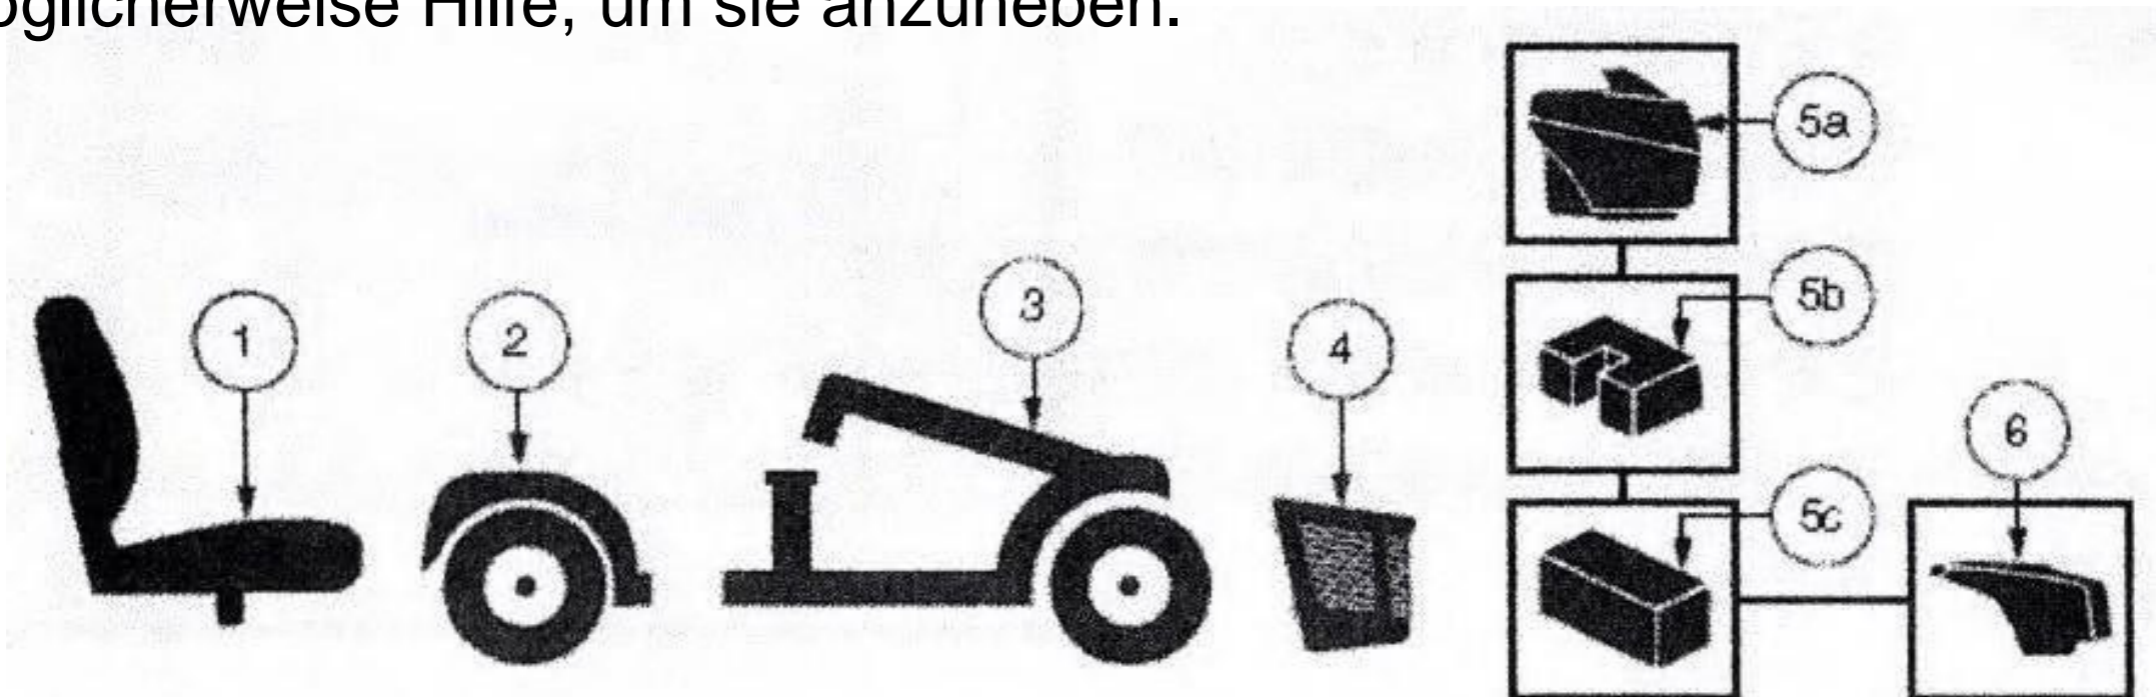

Bild14
- Sitz, Heck, Autokorb, Batteriepack und Batterieabdeckplatte. (Bild 14)